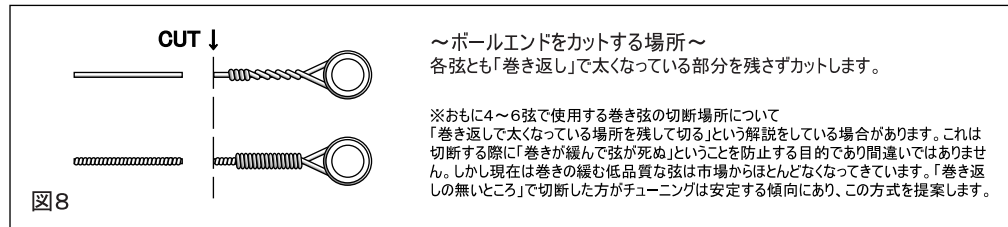

図8
- ・弦の端についている「ボールエンド」を弦切専用ニッパーでカットします。(図8)